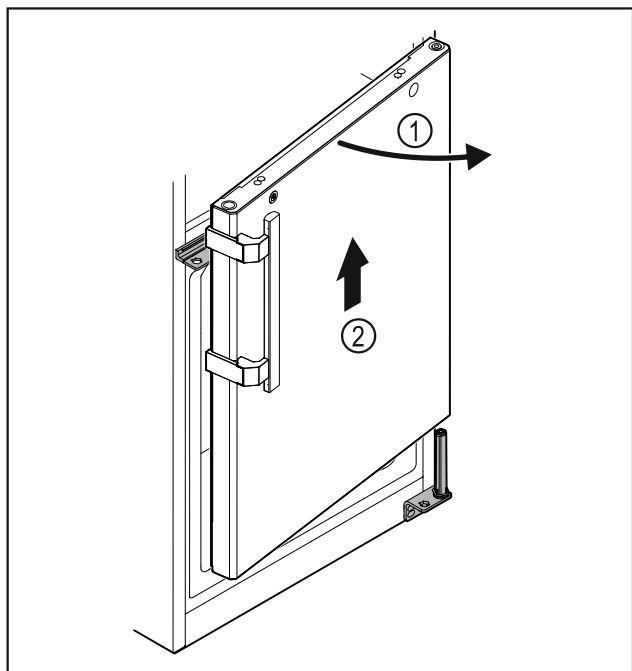

Fig. 27
- ▶ Слегка приоткройте дверь Fig. 27 (1), поднимите ее строго вертикально вверх приблизительно на 200 мм и снимите Fig. 27 (2).